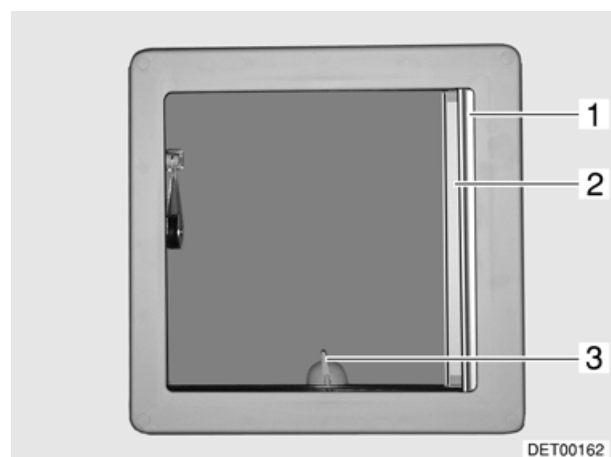

Bild 35 Kipp-Dachlüfter
- Zum Ausstellen den Hebel (Bild 35,3) eine viertel Umdrehung entgegen dem Uhrzeigersinn drehen und Kipp-Dachlüfter am Hebel nach oben drücken.
- Hebel (Bild 35,3) eine viertel Umdrehung im Uhrzeigersinn drehen.
- Faltverdunklung (Bild 35,1) in Pfeilrichtung ziehen und an gewünschter Position loslassen. Die Faltverdunklung bleibt in dieser Position stehen.
- Insektenschutzrollo (Bild 35,2) in Pfeilrichtung ziehen, bis es an der Verriegelung an der gegenüberliegenden Seite einrastet.